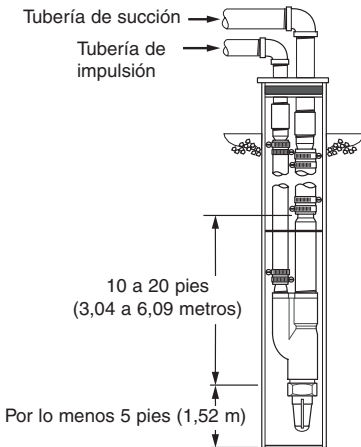

Figura 7
**NOTA:** Como guía, ponga el eyector de 10 a 20 pies (3,04 a 6,09 metros) debajo del nivel de agua más bajo al que se llegó con la bomba funcionando, pero siempre a 5 pies (1,52 m), por lo menos, sobre el fondo del pozo (ver Figura 7).